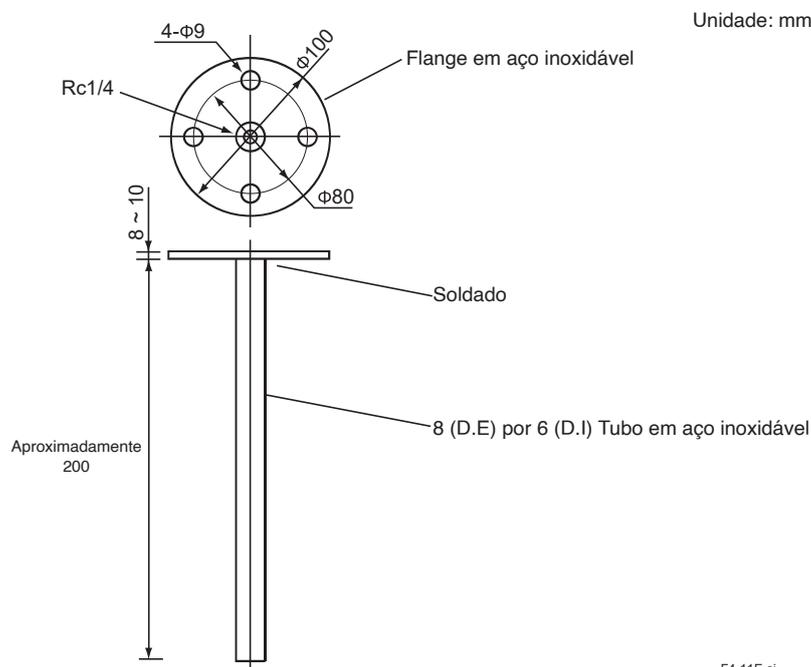

Figura 4.12 Fabricação de tubo e flange de alívio
- Tubo de alívio (a ser preparado conforme ilustrado na Figura 4.12.)
Fabrique o tubo de alívio conforme ilustrado na Figura 4.12, e instale-o no adaptador de sonda de alta temperatura.